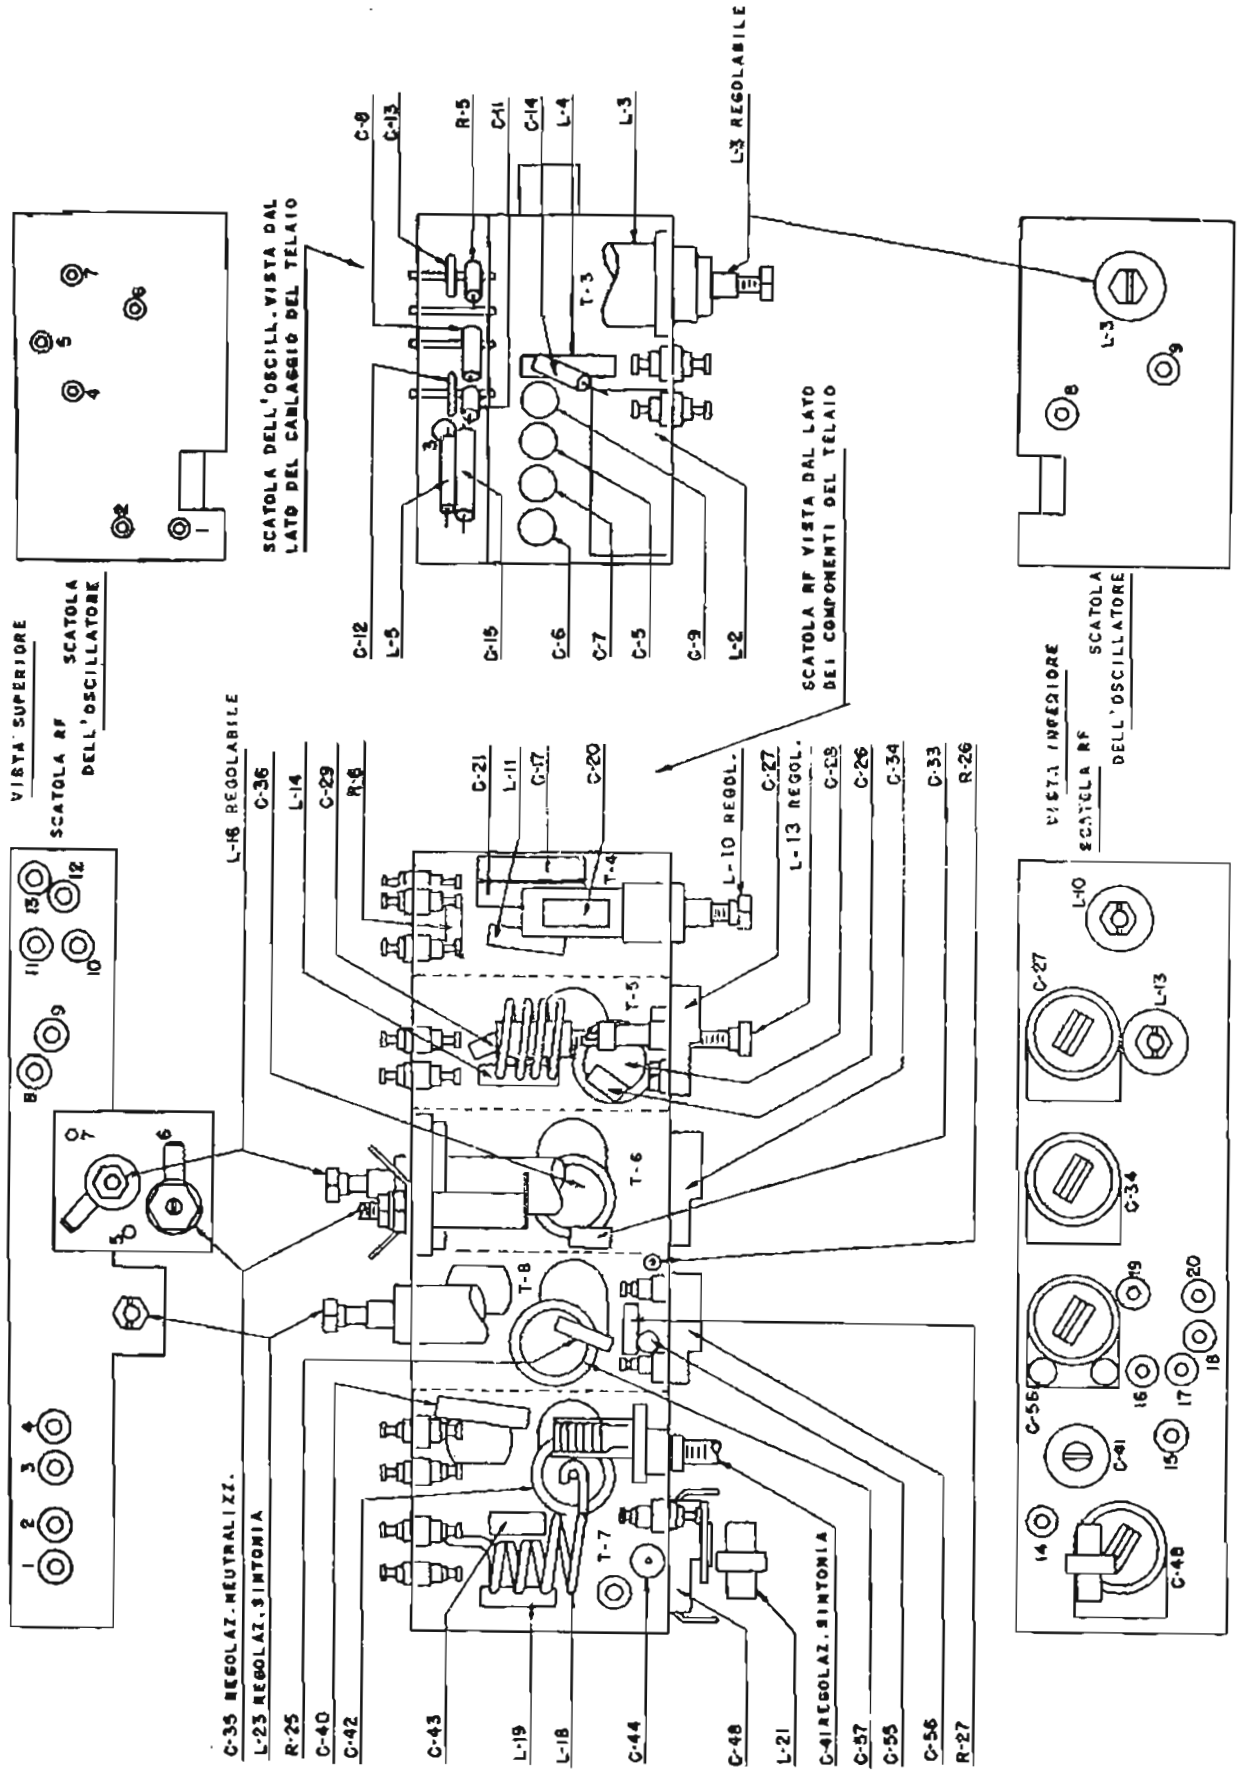

Fig. 48 - Schema della disposizione dei componenti nello scomparto bobine RF.
- (8) Inserire il connettore nel retro del pannello.
- (9) Inserire la rondella ed il dado mediante chiave.
- (10) Avvitare il dado sul connettore. Controllare che sia ben fissato.
- (11) Rimontare il pannello sul resto dello apparato.
d. Sostituzione di bobine RF. Le bobine RF sia del Trasmettitore che del Ricevitore sono situate in scomparti di un complesso montato lateralmente sul telaio RF (fig. 47). La posizione delle parti, dei terminali e dei comandi di sintonia è mostrata dettagliatamente dalla fig. 48.
- (1) Disimpegnare il telaio RF dal resto del complesso pannello-telaio, mediante le operazioni descritte nel paragrafo 62. Disporre il telaio RF con il lato col cablaggio in alto.
- (2) Togliere le sei viti (tre sulla sommità e tre sul lato) che fissano il coperchio dello scomparto delle bobine. La parete, che separa una dall'altra le bobine, fa parte del coperchio.